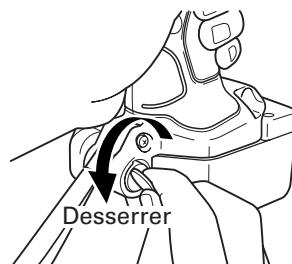

Fig. 6
- Tenir fermement le boîtier de l'outil et retirer la vis à l'aide d'un tournevis pour écrou à fente ou d'une pièce de monnaie. (Fig. 6)
- Fixer le crochet et le ressort de l'autre côté et serrer à fond avec la vis. (Fig. 6)